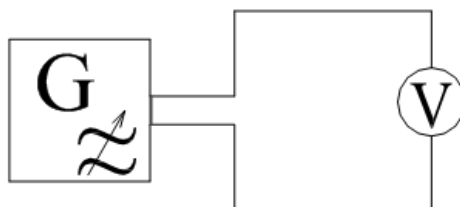

Рисунок 2 – Схема измерения для проверки зависимости показаний вольтметра ВЗ-38 и Ц4315 от частоты
6. Выполнить задание 2. Проверить зависимость показаний вольтметра В3-38 и Ц4315 от частоты по варианту, указанному преподавателем (таблица 3), собрав схему (рисунок 2). На выходе генератора ГЗ-102 поддерживать постоянный уровень напряжения, указанный преподавателем.